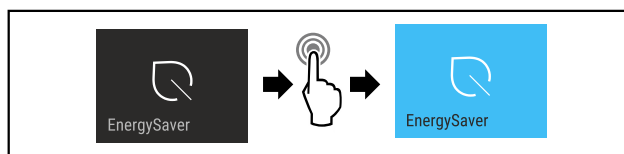

Fig. 17
- ▶ Seguir los pasos de procedimiento (consulte Fig. 17).